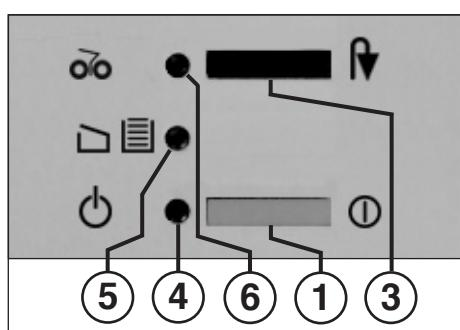

Fig. 1
6 = Luz de controlo (Fig. 1)
- Ligar a máquina no interruptor (1) (Fig. 1). A luz de controlo (4) (Fig. 1) acende.
1 = Pulsante (Fig. 1)